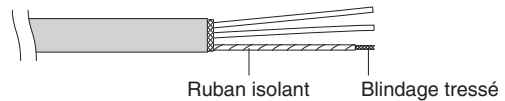

Fig. 4-10
- (2) Effilochez le blindage tressé et torsadez les fils détressés ensemble pour en faire un conducteur. Isolez les fils blindés en les recouvrant d'une gaine isolante ou en les enroulant de ruban isolant. (Fig. 4-10)